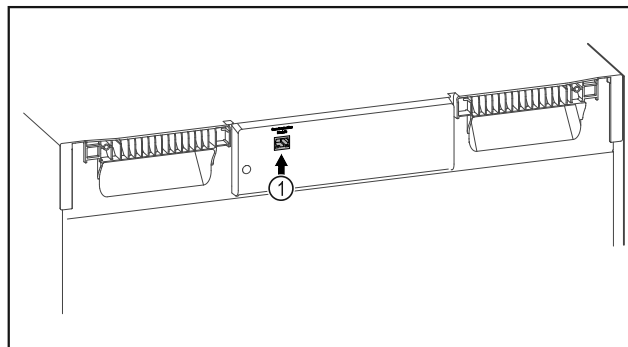

Fig. 87
- Je používán SmartModule Fig. 87 (1).